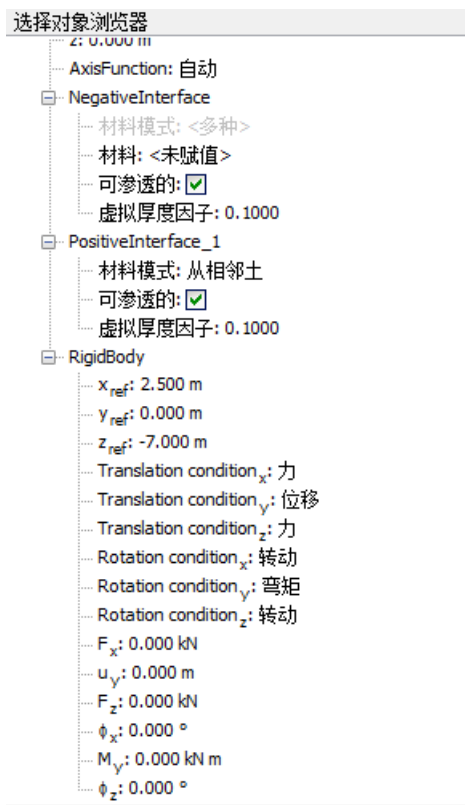

图 3.6 选择对象浏览器中的 RigidBody 设置
17. 设置 y 方向的平动条件 (Translation condition_y) 为位移, 设置 x 方向的转动条件 (Rotation condition_x) 和 y 方向的转动条件 (Rotation condition_z) 为转动, 对应值分别为 $u_y = \phi_x = \phi_z = 0$ (如图 3.6 所示)